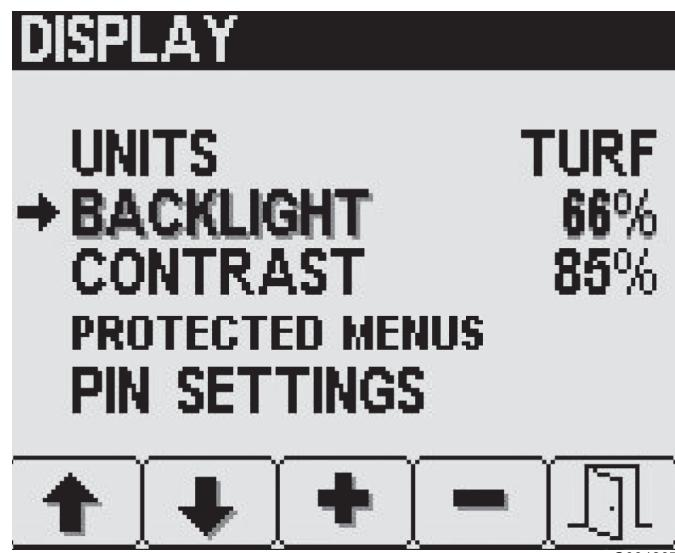

Рисунок 11
- С помощью кнопки 2 на экране Display (Дисплей) выберите пункт Backlight (Яркость подсветки) или Contrast (Контрастность) (Рисунок 11).
- Установите требуемое значение с помощью кнопок 3 и 4 (Рисунок 11).